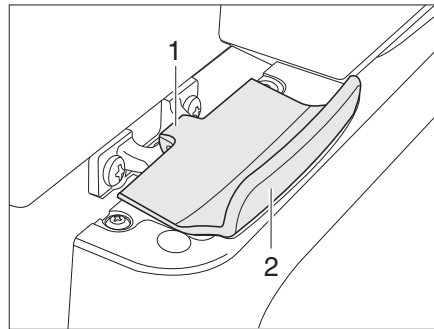

Fig. 135 Bloccaggio della porta del frigorifero, chiuso (Thetford)
- Aprire la porta del frigorifero tirando la maniglia (Fig. 135,2). Il bloccaggio (Fig. 135,1) si sblocca automaticamente.